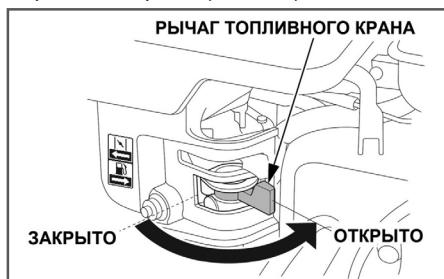

Рис. 18 Рычаг топливного крана
3. Откройте топливный кран переводом рычага вправо (Рис. 18).